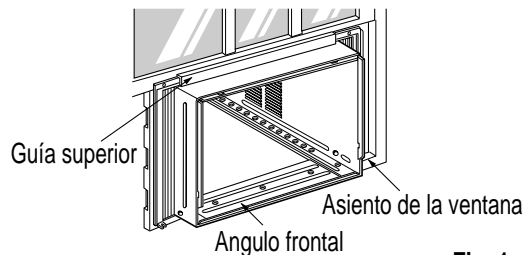

Fig. 1
1. Quite los tornillos que unen el gabinete a ambos lados y a la parte posterior. FIG.1
1. Abra la ventana. Marque una línea en el centro del asiento de la ventana. Coloque cuidadosamente el gabinete sobre el asiento de la ventana alinee la marca central de la parte inferior frontal con la línea marcada en el centro del asiento de la ventana. Fig. 1